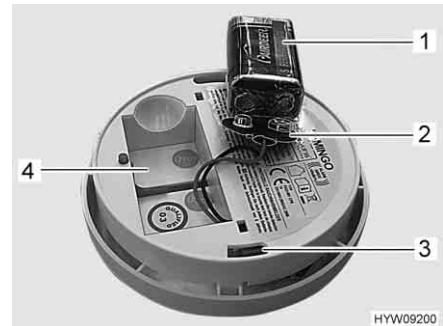
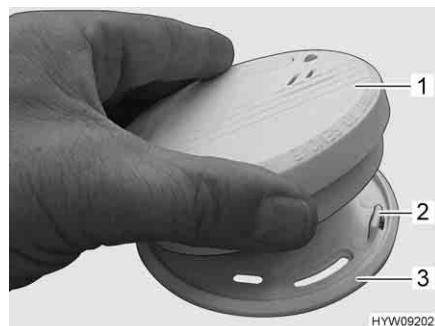

Fig. 101 Batteria del rivelatore di fumo
Fig. 102 Montaggio del rivelatore di fumo
- Estrarre la batteria e scollarla dal suo fermaglio (Fig. 101,2).
- Collegare la batteria nuova (Fig. 101,1) al suo fermaglio (Fig. 101,2), assicurandosi che i poli della batteria si innestino nel fermaglio.
- Inserire la batteria nel suo scomparto (Fig. 101,4).
- Posizionare il rivelatore di fumo (Fig. 102,1) sul supporto (Fig. 102,3). I naselli di ritegno (Fig. 102,2) devono innestarsi nelle aperture (Fig. 101,3) del rivelatore di fumo.